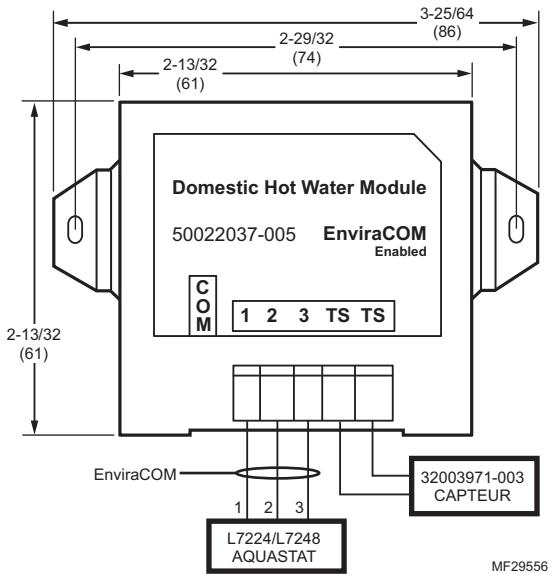

Fig. 1. 50022037-005 Schéma de câblage du module de réarmement d'extérieur.
- Raccorder les bornes 1, 2 et 3 de bus EnviraCOM du module de réarmement d'extérieur aux bornes 1, 2 et 3 du thermostat Aquastat compatible EnviraCOM™ (si offert), ou n'importe où sur le bus où l'accès est disponible et pratique. Voir la Fig. 1.
- Raccorder les deux fils du capteur de température C7089U, voir la Fig. 1, aux bornes OT du module de réarmement d'extérieur. Insérer un fil dans une borne OT et l'autre fil dans l'autre borne.